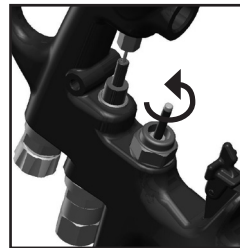

Fig. 15
2. Destornillar la válvula de aire utilizando una llave inglesa de 14 mm. (Ver Fig. 15)